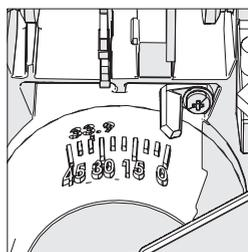

Fig. 8
- Certifique-se de que a cabeça da serra está reta, contra o batente e de que o indicador do ângulo biselado indica 0o na escala (Fig. 8).